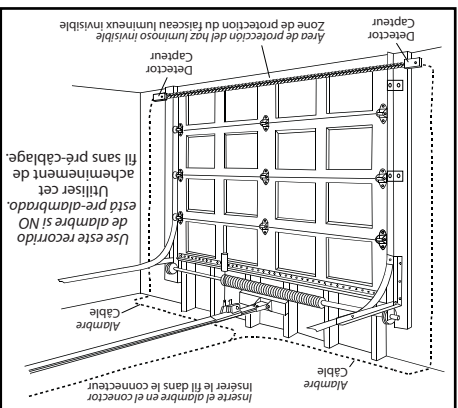

FIG. 4-6
- Sujete en forma segura los alambres a la pared y al cielo raso a medida que avanza (Fig. 4-6 en la página siguiente).
- Bien fixer les fils au mur et au plafond au fur et à mesure (Fig. 4-6 sur la page suivante).